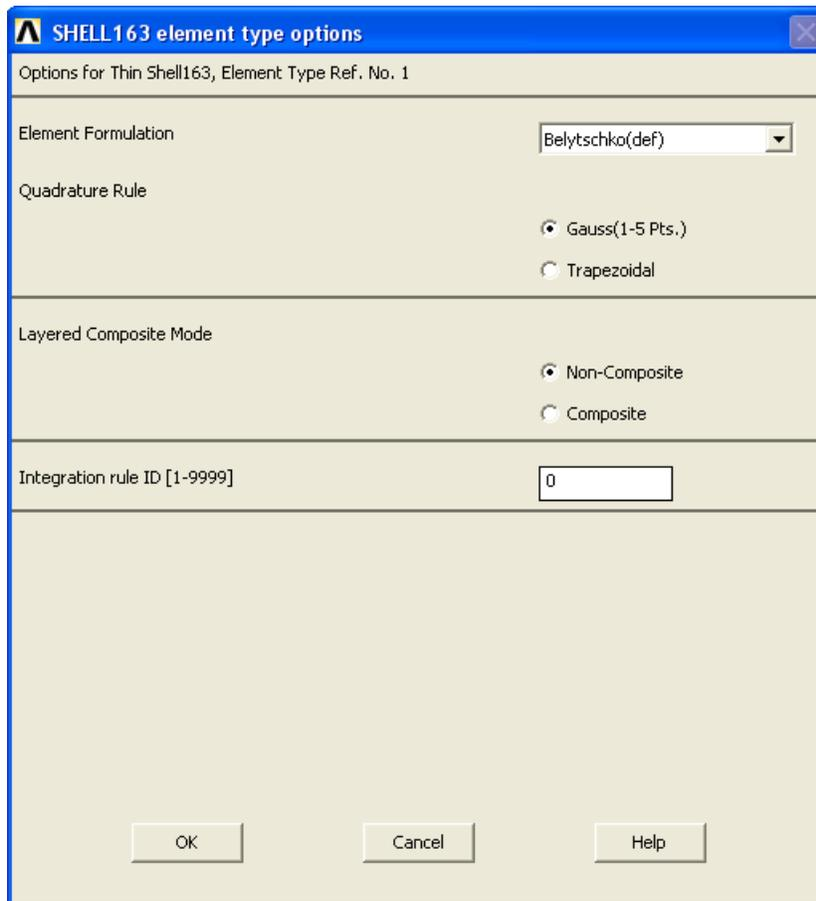

Рисунок 78. Окно *SHELL163 element type options*
- В окне *Shell163 element type options* (Рисунок 78) устанавливаем следующие опции:
В окне **Shell163 element type options** (Рисунок 78) устанавливаем следующие опции: